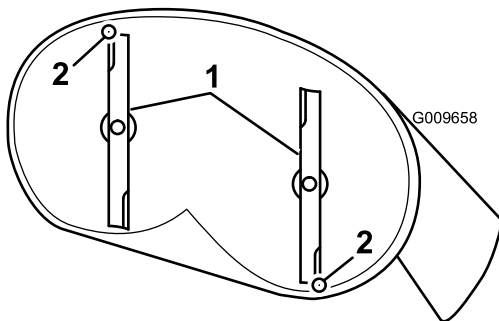

Figura 55
4. Gire cuidadosamente las cuchillas colocándolas en el sentido de avance de la máquina (Figura 55).
8. Compruebe la inclinación longitudinal de nuevo después del ajuste. Siga ajustando la tuerca hasta que la punta de la cuchilla más avanzada esté entre 1,6–7,9 mm (1/16"-5/16") más baja que la punta de la cuchilla más atrasada (Figura 55).